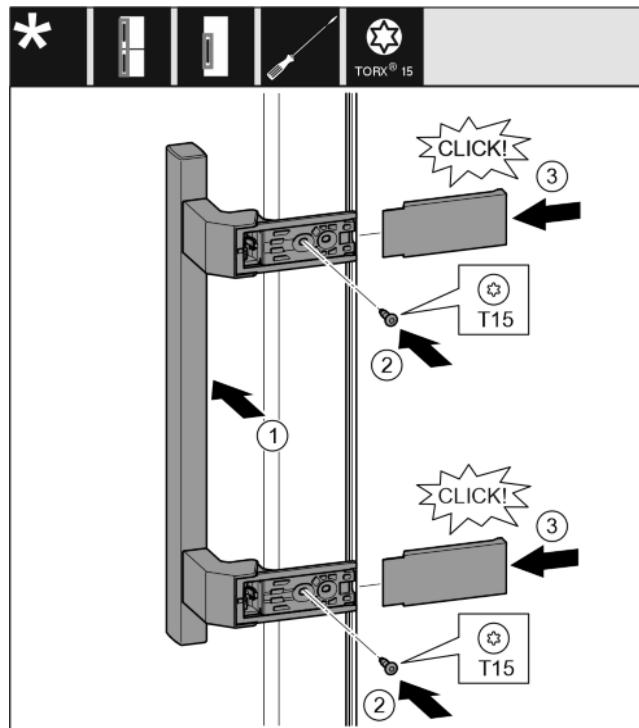

Fig. 31
- Držadlo nasad'te na opačnú stranu. Fig. 31 (1)
- Skrutkovačom T15 pevne zaskrutkujte skrutky. Fig. 31 (2)
- Kryty nasad'te a nasuňte zboču. Fig. 31 (3)